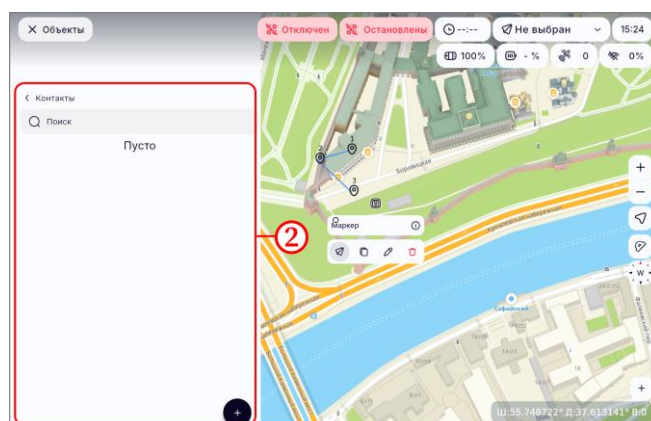

Рисунок 78
- убедиться, что была открыта форма выбора контакта (рисунок 78, шаг 2);